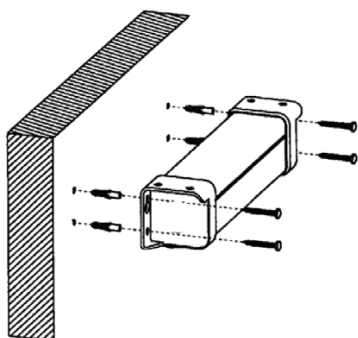

Рис.1
- жесткое крепление на стене: прикрутите экран шурупами через крепежные отверстия, как показано на рис. 1